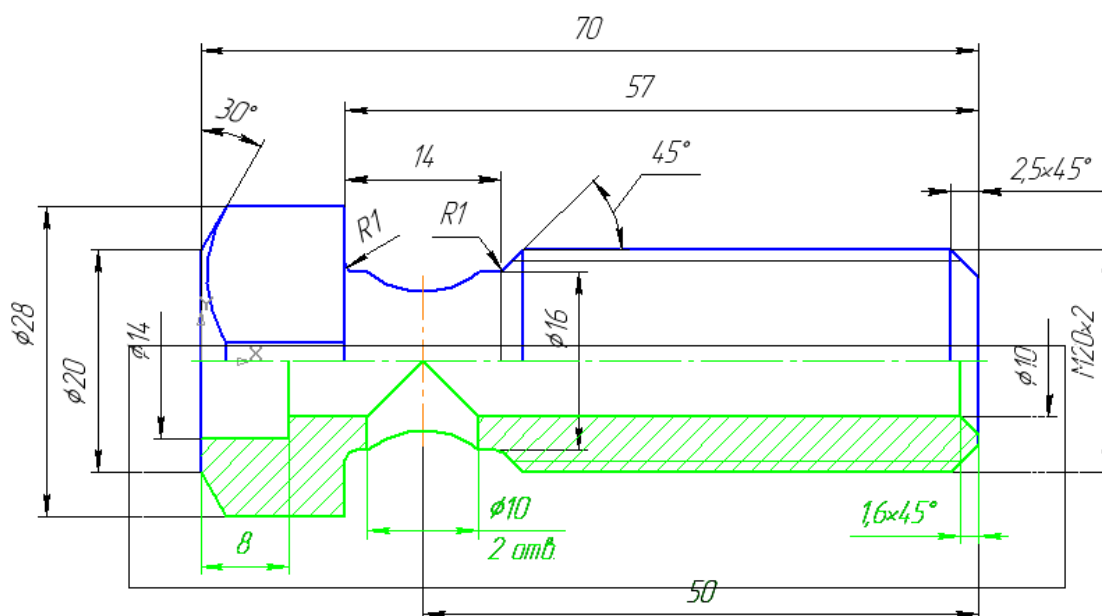

Рис. 94
1. Нажмите кнопку **Новая деталь** . Укажите свойства детали. Для построения основания активизируйте плоскость ZX в дереве построения. Установите ориентацию детали **Нормально к...** Нажмите кнопку **Новый эскиз**  на Панели управления. Система перейдет в режим редактирования эскиза. Откройте чертеж, выполненный в практической работе № 16. Рамкой выделите часть изображения, рис. 94, скопируйте в буфер , укажите базовую точку в начале координат.